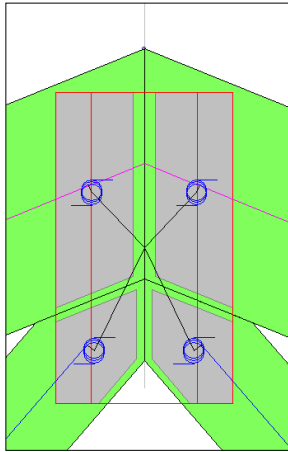
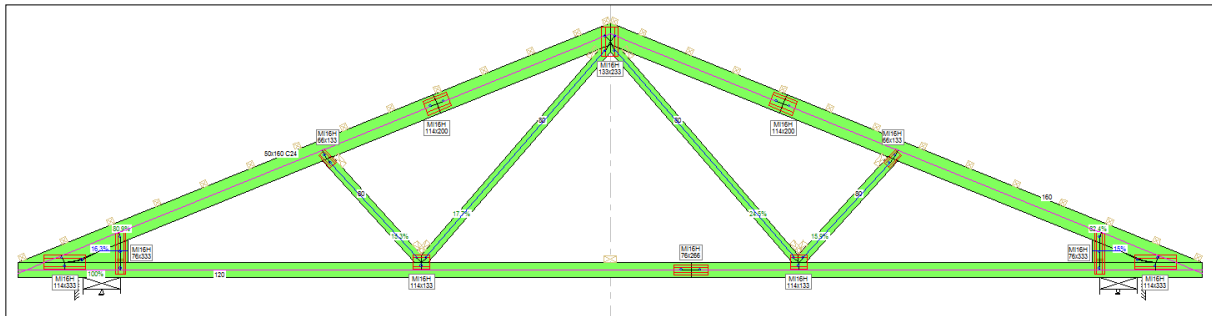

Abb. F 1
Abb. F 3
In Abschnitt 8.8 der DIN1052:2008-12 wird die Modellbildung für Anschlüsse bei „indirekten Verbindungen“ (Nagelplatten) geregelt. Beim plattenorientierten statischen Modell, welches dem Abschnitt 8.8.1. (9) entspricht, wird dieses an die tatsächliche Plattenlage angepasst und die Steifigkeit wird in Abhängigkeit der Plattenfläche ermittelt. Das plattenorientierte Modell (Abb. F 1) verbindet alle Holzteile über Knoten, die im Schwerpunkt der Plattenflächen liegen, miteinander. In diesen Knoten sind Dreh- und Wegfedern eingebunden, die sich aus den in den Zulassungen aufgeführten  $K_{ser}$ -Werten errechnen. Bei dem plattenorientierten Modell wird bereits während der FEM-Analyse die Nachgiebigkeit der Verbindungsmittel berücksichtigt. Dadurch werden auch die Schnittgrößen beeinflusst; im Besonderen die Momente.
Wird ein Binder nach DIN 1052:2008-12 mit dem plattenorientierten Modell bemessen, so werden die Nagelplatten am Bildschirm zunächst rot dargestellt (siehe Abb. F 1 und Abb. F 3). Damit soll verdeutlicht werden, dass die Platten zeitlich begrenzt festgesetzt sind. Die roten Plattenränder weisen nicht auf einen Fehler hin, sondern zeigen nur den aktuellen Status an. Eine zeitlich begrenzt festgesetzte Platte verhält sich anders als freie oder festgesetzte Platten.